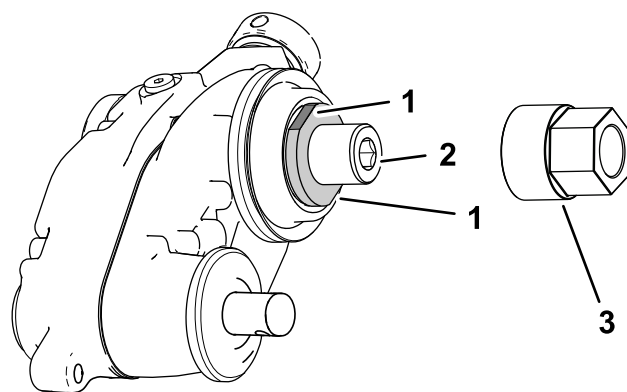

Figura 6
**Nota:** Quando serrate l'adattatore del cilindro e l'albero della scatola di trasmissione, fermate l'albero della scatola di trasmissione con una bussola per scatola della trasmissione del groomer o con una chiave da 1 3/8" e bloccate in una morsa sulle spianature nel lato interno della scatola di trasmissione del groomer (Figura 6).